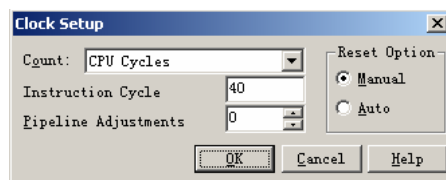

图 5.6 Clock Setup 对话框
(2) Clock Setup 时钟设置。单击该命令将出现如图 5.6 所示的 Clock Setup 对话框。